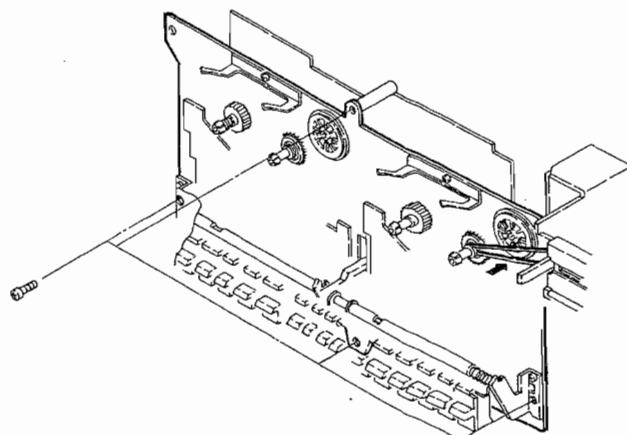

Figure 9-3
2. Detach the tape counter drive belt from the tape take-up reel disk. Remove four screws at the mechanism block, and shift the mechanism block forwards and detach. See Fig. 9-3.
2. Den Treibriemen des Bandzählwerkes von der Aufwickelspulenscheibe abnehmen. Die vier Schrauben des Laufwerkblocks entfernen, den Laufwerkblock nach vorn schieben und herausnehmen. Siehe Abbildung 9-3.
2. Détacher la courroie d'entraînement du compteur de la bande du disque de la bobine d'enroulement. Enlever les quatre vis situées sur le bloc du mécanisme. Déplacer ce bloc du mécanisme vers l'avant et le détacher. Voir la Figure 9-3.